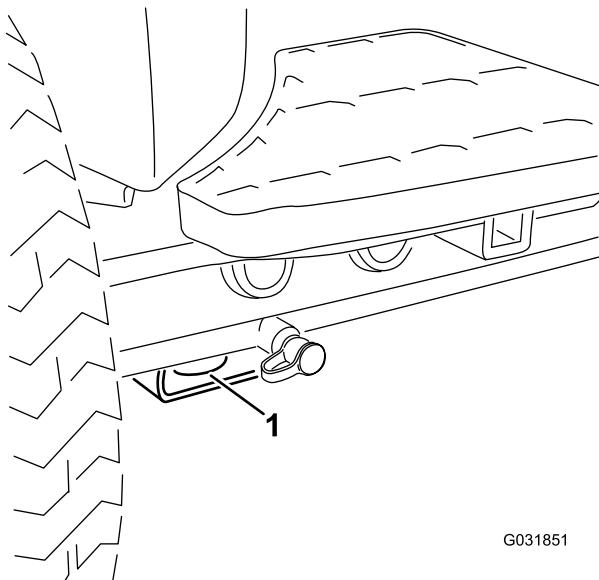
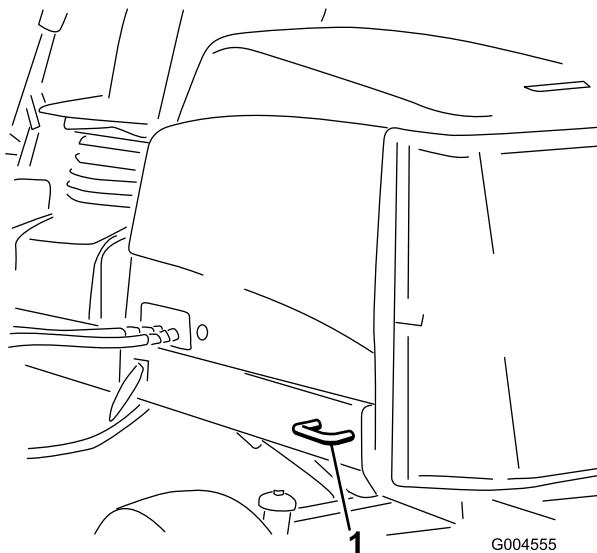

図 38
図 39
5. 機体についているロープ掛けポイントを使い、チェーンやロープ、ワイヤなど適切なものでしっかりと機体をトレーラに固定する 図 38 と 図 39。
- 前各前輪の内側、アクスルチューブの下にある四角いパッド 図 38